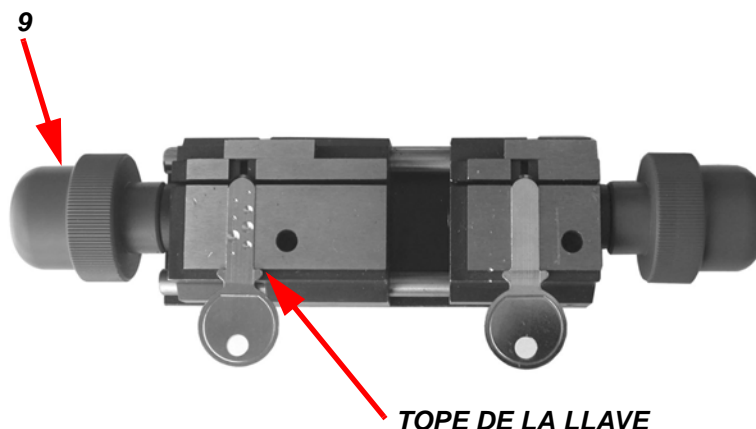

Figura 28: Ubicación llaves BIANCHI 303
2. Ponga la llave de modo que el tope (ver "Leyenda de los terminos" a la página 3) apoye contra la abrazadera (como en figura 28);
3. Fijar la llave a la abrazadera a través de la manilla (9);
7. Poner en marcha la máquina por medio del interruptor (1) en "ON";
2. Ponga la llave de modo que el tope (ver "Leyenda de los terminos" a la página 3) apoye contra la abrazadera como en figura 28;